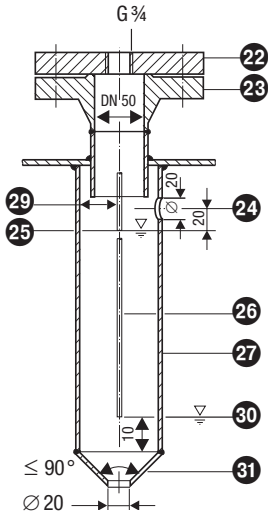

Fig. 14 Schutzrohr (bauseitig) bei Einsatz als innenliegende Hochwasserstandsicherung
- Die elektrische Kriechstrecke von 14 mm zwischen Elektrode und Masse (Flansch, Behälterwand) darf nicht unterschritten werden! **Fig. 14 - 17.**